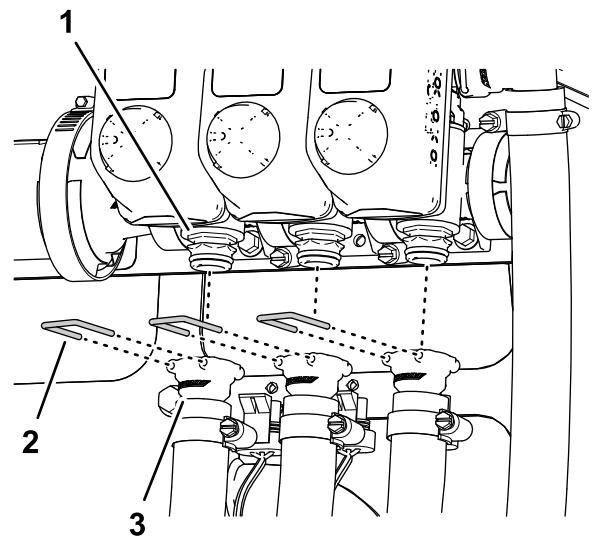

Bild 35
6. Entfernen Sie die Befestigungen, mit denen die Schnellkupplungen des linken, mittleren und rechten Zulaufschlauchs befestigt sind, von den Schnellkupplungen der Sprühabschnittventile (Bild 35).
7. Entfernen Sie die Zulaufschläuche des linken, mittleren und rechten Abschnitts von den Schnellkupplungen der Sprühabschnittventile und nehmen Sie die Schläuche von der Maschine ab (Bild 35).